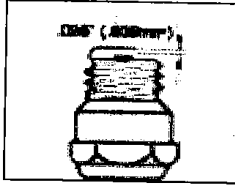

Fig. 13
1. Distance des électrodes de la bougie d'allumage = .025" (.635 mm) (Fig. 13).